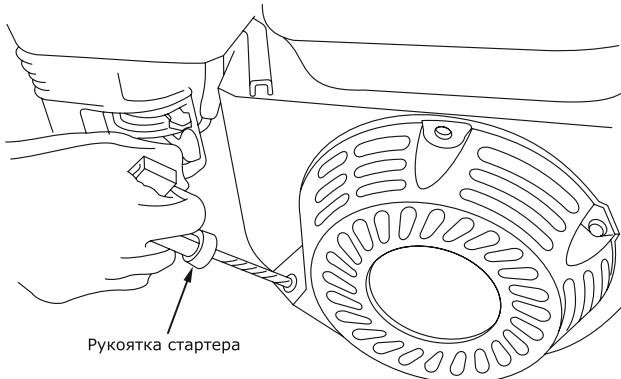

Рис.13
- Запустите двигатель. Будьте внимательны! При вытягивании шнура стартера шнур может создавать отдачу. Возьмитесь за ручку шнура стартера. Медленно потяните шнур до возникновения сопротивления со стороны двигателя. Не допускайте возврата ручки обратно продолжайте быстро тянуть ручку на полный взмах руки. Медленно (с натягом шнура) верните ручку в начальное положение (рис. 13).